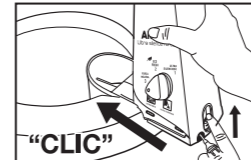

Figura 16
- Para soltar a haste da base, do suporte de parede ou do adaptador da coluna, levante a trava traseira e puxe a haste para trás de acordo com a figura 16.